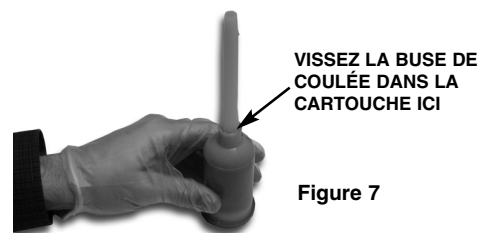

Figure 7
11. Vissez la buse de coulée sur la cartouche où la tige de mélange était fixée. Voir la figure 7.